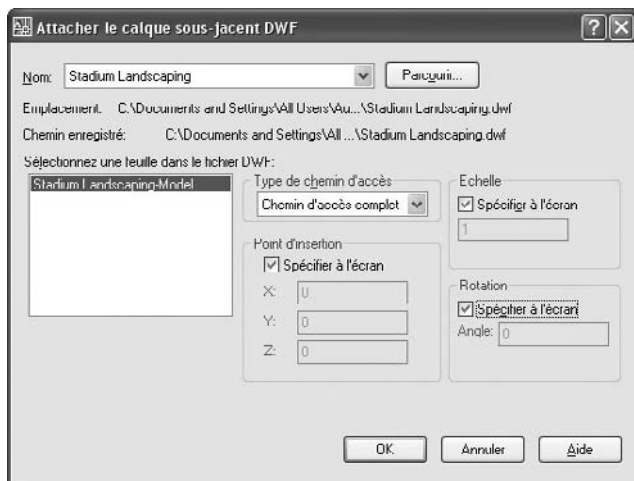

Fig.11.11
- 3 Dans la boîte de dialogue **Attacher le calque sous-jacent DWF/DGN** (Attach DWF/DGN underlay) spécifier la méthode d'insertion : à l'écran ou dans les différents champs de la boîte de dialogue. Par exemple à l'écran (fig.11.11).